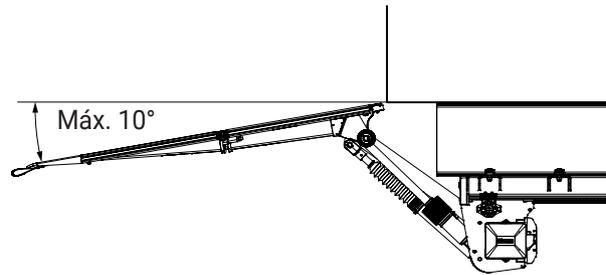

Figura 31. El ángulo de basculamiento hacia abajo se debe ajustar en 10° como máximo
8. Inclinar el puente hacia abajo, hasta 10° como máximo, por debajo de la horizontal. Véase Figura 31.